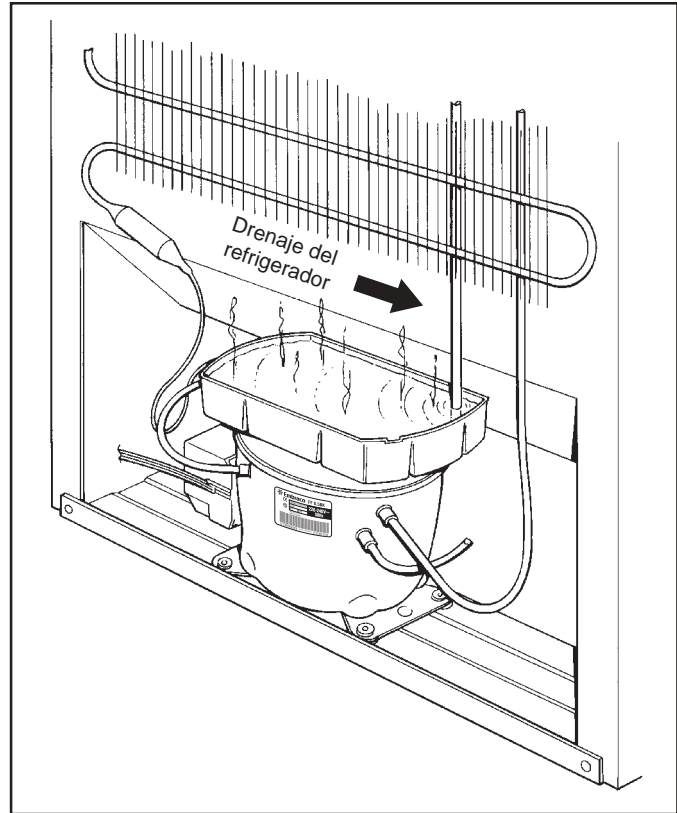

Figura 6
- 6) El montaje en la posición correcta garantiza la transferencia ideal de calor a la bandeja y el almacenaje del volumen máximo de agua (vea figura 6).